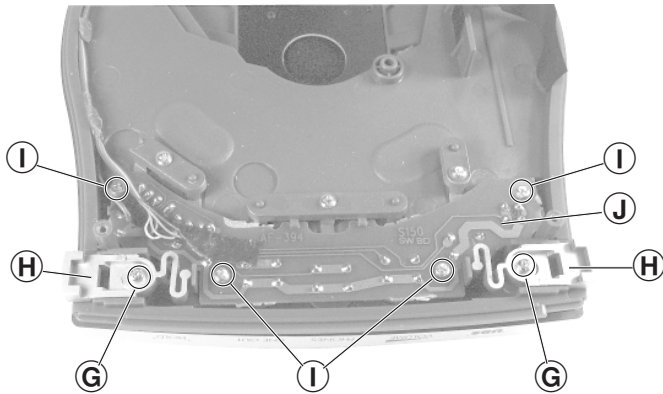

Fig. 6
4. Tastenplatte ausbauen (Fig. 6)
4. Removing the Keyboard Panel (Fig. 6)